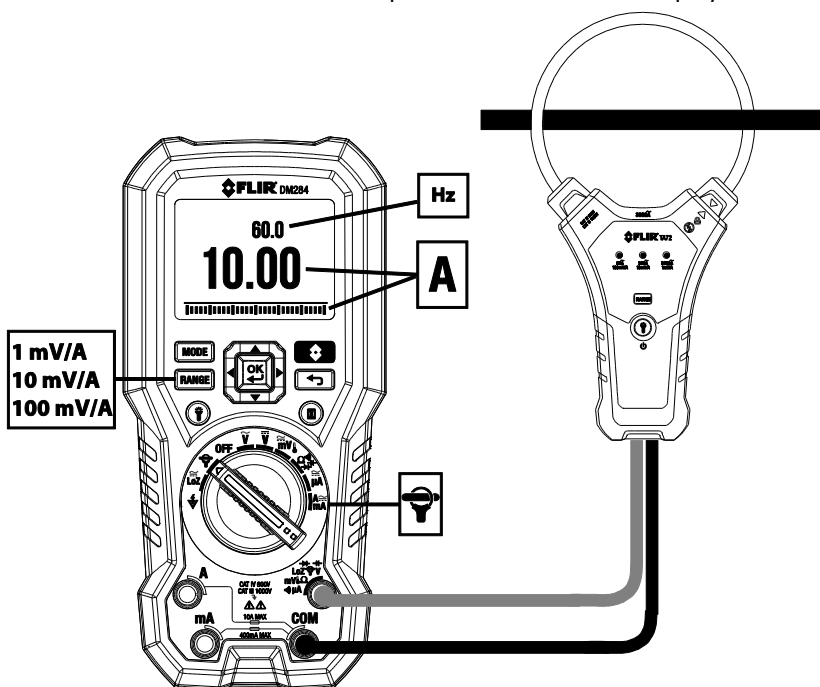

Bild 7-12 Använda FLEX-klämma
2. Anslut en klämadapter såsom visas på **Bild 7-12**.